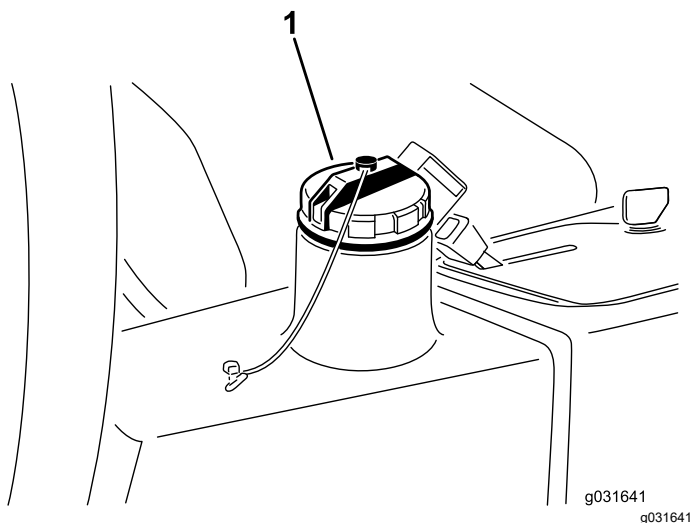

Figura 66
4. Encha o reservatório (Figura 66) com aproximadamente 13,2 litros de fluido hidráulico; consulte Especificações do fluido hidráulico (página 55) e Verificação do nível do fluido hidráulico (página 56).